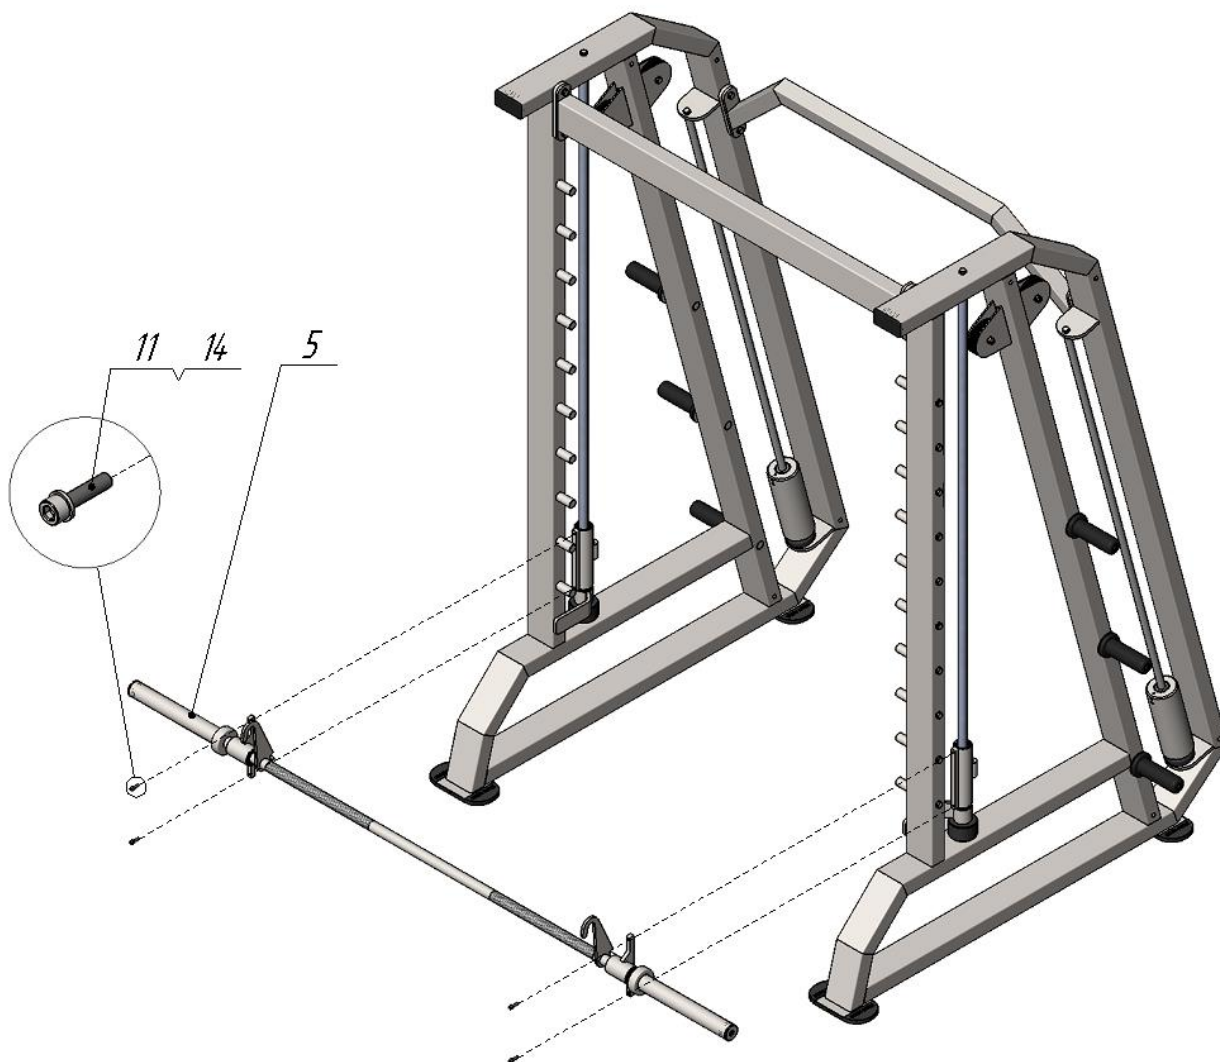

Рис.2
2. Ко втулкам модуля на рамах прикрутите штангу (5) комплектом крепежа: винт М6х25 (11), шайба D6 (14) (рис.2).